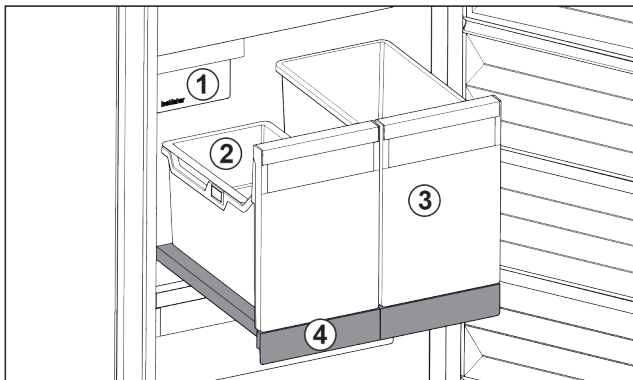

Fig. 99 Compartiment coulissant avec IceTower
- (1) IceMaker
- (2) Balconnet pour glaçons
- (3) Bac pour pizzas, boissons alcoolisées, etc.
- (4) Compartiment coulissant
Le compartiment coulissant comprend deux bacs hauts (IceTower). Le bac Fig. 99 (2) permet de recueillir et de stocker les glaçons de l'IceMaker. Les bacs Fig. 99 (3) sont conçus pour stocker des aliments hauts comme les pizzas et boissons alcoolisées.